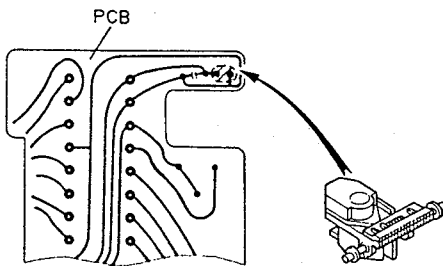

Fig. 4-1
- Before removing the pickup assembly be sure to solder-bridge where indicated in the inset ( Fig.4-1 ) to prevent the laser diode from being electrostatically damaged.
- ピックアップ ASSY を外すときは、レーザー・ダイオードの静電破壊防止のため、必ず斜線部分 ( Fig.4-1 ) を半田ブリッジしてから作業をしてください。